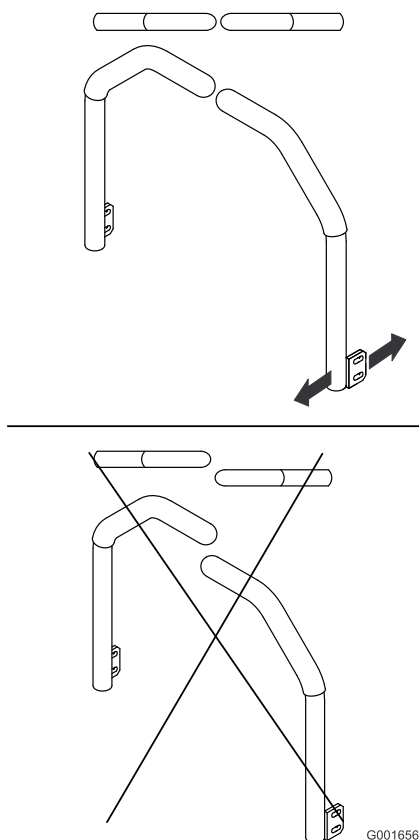

Figura 75
5. Ajuste las palancas de control de forma que queden alineadas entre sí (Figura 75) y apriete los pernos para fijar las palancas a los soportes.